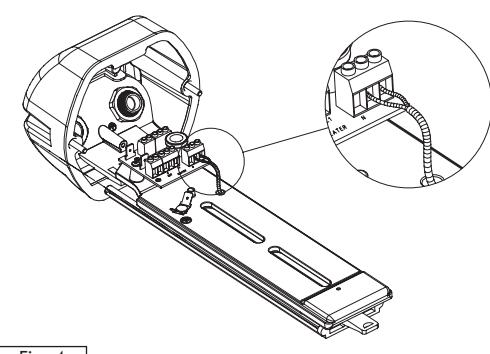

Fig. 4
- Far passare i cavi della resistenza attraverso il foro previsto sulla slitta interna ed effettuare le connessioni elettriche della resistenza sul morsetto (Fig. 4). La connessione avverrà sul morsetto HEATER del circuito d'appoggio (nel caso di riscaldamento in 115/230VAC, Fig. 5, per riscaldamento in 12VDC/24VAC, Fig. 6).
- Faire passer les câbles de la résistance dans l'orifice prévu sur la glissière interne et procéder aux connexions électriques de la résistance sur la borne (Fig. 4). La connexion doit être effectuée sur la borne HEATER du circuit de support (pour le chauffage en 115/230VAC, Fig.5, pour chauffage en 12VDC/24VAC, Fig.6).
- Pass the resistance cables through the hole provided on the inner slide and make the electrical connections of the resistance to the terminal (Fig. 4). The connection will be made to the terminal HEATER on the support circuit (for the 115/230VAC heater, Fig. 5, for the 12VDC/24VAC heater, Fig.6).
- Die Kabel des Heizwiderstandes werden durch die Öffnung des internen Schlittens geführt. Dann die elektrischen Anschlüsse des Widerstandes auf der Klemme herstellen (Fig. 4). Der Anschluß erfolgt an der Klemme HEATER der Trägerschaltung (bei Heizung 115/230VAC, Fig. 5, bei Heizung 12VDC/24VAC, Fig.6).